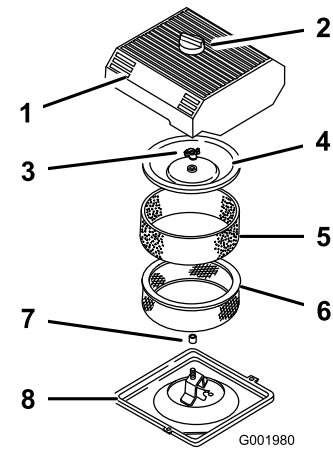

Figura 39
3. Limpie alrededor del limpiador de aire para evitar que la suciedad penetre en el motor y cause daños (Figura 39).
4. Afloje el pomo de la tapa del limpiador de aire y retire la tapa (Figura 39).
5. Deslice cuidadosamente el filtro de espuma para separarlo del filtro de papel (Figura 39).
6. Retire la tuerca de la tapa y retire la tapa y el filtro de papel (Figura 39).
1. Deslice cuidadosamente el filtro de espuma sobre el filtro de papel (Figura 39).
3. Coloque la tuerca de la tapa con la presión de los dedos solamente contra la tapa (Figura 39).
4. Instale la tapa del limpiador de aire y el pomo (Figura 39).